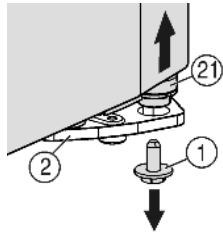
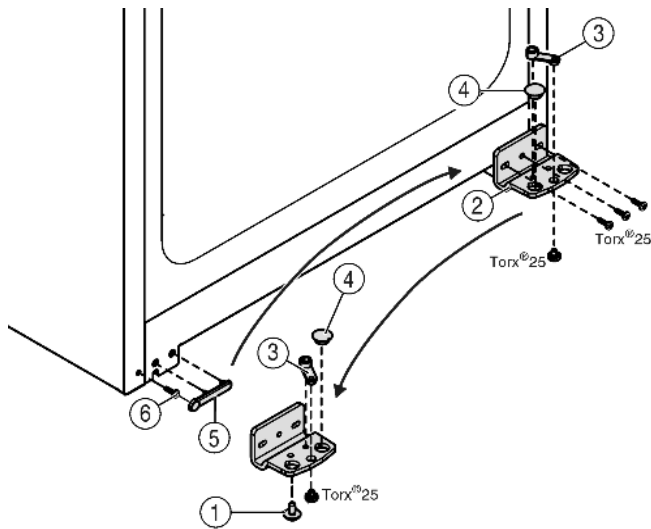

Fig. 5
Fig. 6
▶ In basso a destra nel blocco di supporto svitare la vite di arresto Fig. 5 (1).
▶ Il perno di supporto Fig. 5 (21) si stacca dal blocco di supporto Fig. 6 (2).
▶ Se il perno di supporto Fig. 5 (21) non si stacca, estrarre il perno dal basso.
▶ Svitare il blocco di supporto Fig. 6 (2).
▶ Svitare l'elemento di supporto Fig. 6 (3) e spostarlo nel foro di alloggiamento opposto del blocco di supporto, serrarlo nuovamente.
▶ Estrarre il tappo Fig. 6 (4) dal blocco di supporto e spostarlo nel foro di alloggiamento opposto del blocco di supporto.
▶ Togliere la copertura Fig. 6 (5) lato maniglia facendo attenzione.
▶ Svitare la vite Fig. 6 (6) e inserirla di nuovo sul lato opposto.
▶ Applicare nuovamente sopra la copertura Fig. 6 (5).
▶ Fissare nuovamente il blocco di supporto Fig. 6 (2) sul nuovo lato cerniere **fermamente a 4 Nm** eventualmente servendosi di un avvitatore a batteria.
▶ Avvitare la vite di arresto Fig. 5 (1) in basso nel perno di supporto e serrare **(a 4 Nm)**.